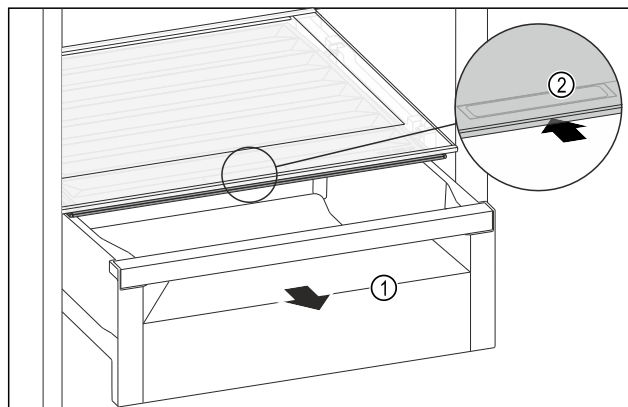

Fig. 136
- ▶ Извлеките выдвижной ящик Fig. 136 (1).
- ▶ Возьмитесь за утопленную ручку Fig. 136 (2) на крышке отделения и одновременно введите крышку отделения назад.